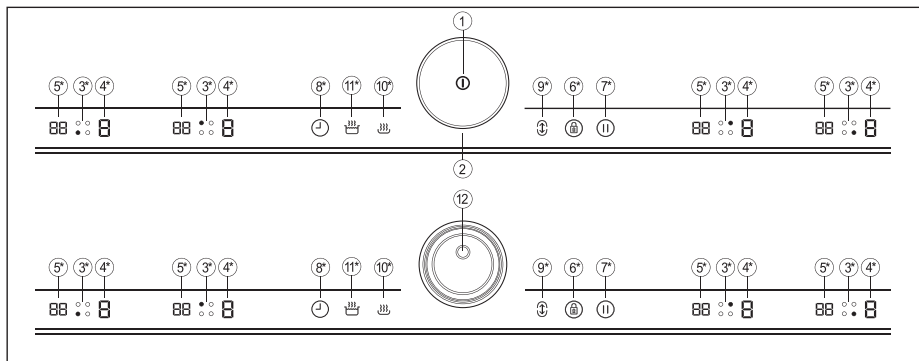

Figur 3
- 1 Sett bryteren (2) inn i huset sitt (se figur 3).
- 2 Berør On touch-tasten ① (1) i minst ett sekund. Berøringskontrollen blir aktiv og synlig, og den eksterne ringen begynner å lyse. Hvis kokeområdet er varmt, vil den strømindikatoren (4) vise en H.